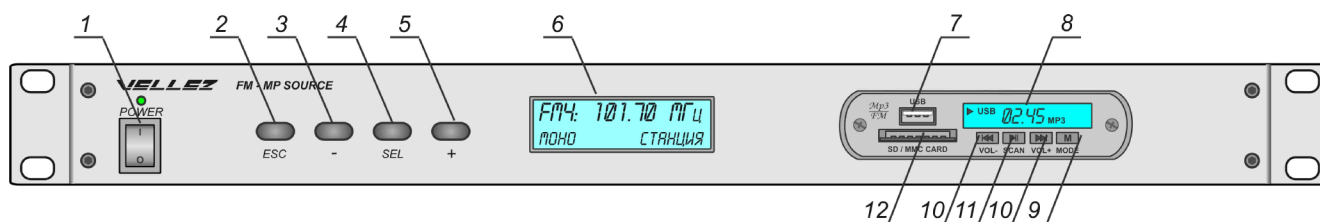

Рисунок 1
6.1 Размещение органов управления и индикации на передней панели ДМП приведено на рис. 1.